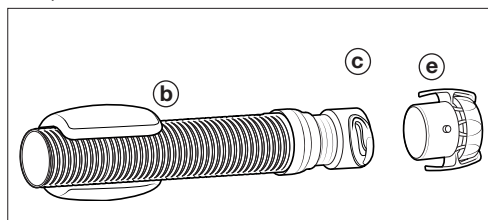

Figura 6. Conecte la abrazadera de la manguera
1. Asegúrese de que la abrazadera de la manguera (e) esté conectada a la manguera guía (b). La manguera líder (b) es la sección de manguera con el flotador de espuma acoplado (Figura 6).